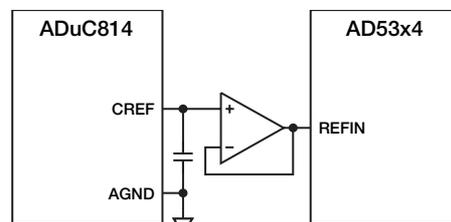

図3. ADuC814リファレンス電圧出力の使用
- ADuC814は、2.5Vの高精度バンド・キャップ・リファレンス電圧を提供します。内部の2.5Vは、絶対精度 $2.5V \pm 2.5\%$ に出荷時にキャリブレーションされています。この内部リファレンス電圧をAD53x4に対して使用する場合は、CREFピンとAGNDとの間でバッファする必要があります（図3）。5V電源での内部リファレンス電圧のノイズ性能（代表値）は、1kHzで150nV/Hzであり、DCノイズは100mV p-pです。